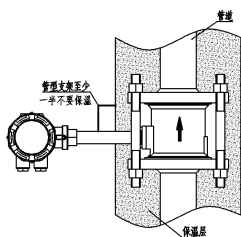

图4-6 正确保温法
10. 在测量蒸汽的管道中，为了防止转换器温度过高，仪表连接杆至少一半不要保温（如图4-6所示），水平安装的仪表，应在管道保温后再安装。